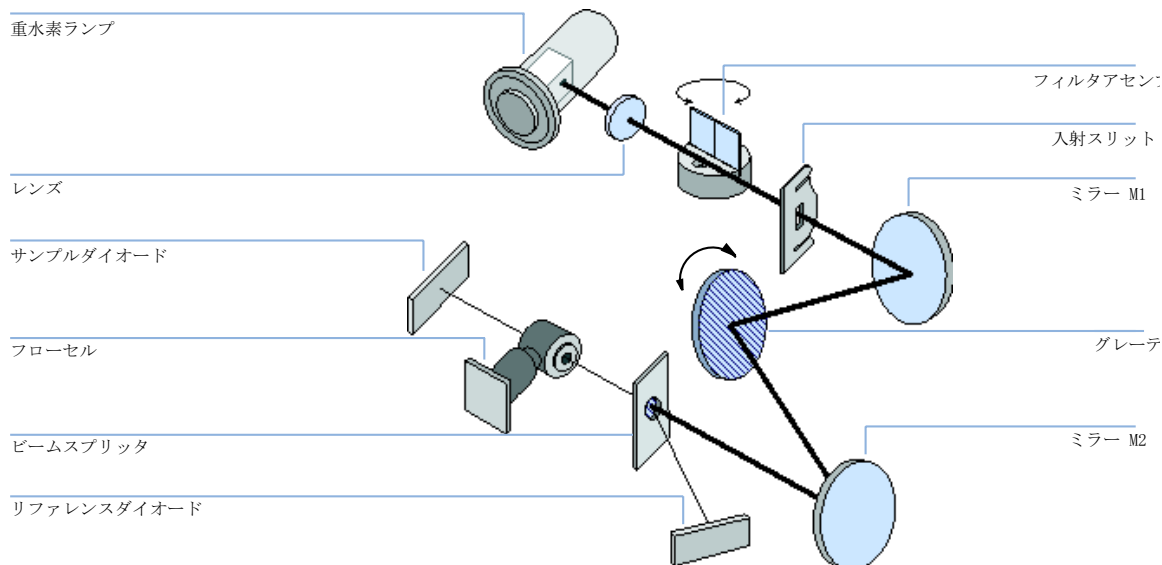

図 1 UV-Vis 検出器の光路
検出器の光学系は、9 ページ 図 1 に示した通りです。その光源は、190 ～ 600 nm の紫外線 (UV) 波長領域用の重水素アーク放電ランプです。重水素ランプからの光は、レンズ、フィルタアセンブリ (ポジションなし、カットオフ、またはホルミウムオキサイドで)、入射スリット、円形ミラー (M1)、グレーティング、2 番目の円形ミラー (M2)、ビームスプリッタ、そして最後にフローセルを通過してサンプルダイオードに当たります。フローセルを通る光は、セル内の溶液に応じて吸収されます。セル内では、UV 吸収が行われ、強度がサンプルフォトダイオードによって電気信号に変換されます。光の一部はビームスプリッタによってリファレンスフォトダイオードにスプリットされ、光源の強度変動の補正のためのリファレンス信号が得られます。リファレンスフォトダイオードの前にあるスリットにより、サンプルバンド幅の光を取り出します。波長の選択は、グレーティングの回転によって行われます。グレーティングは、ステッピングモータによって直接駆動され、波長をすばやく変化させることができます。カットオフフィルタは、370 nm 以下の波長の光を通し、それより波長の長い光を通しません。